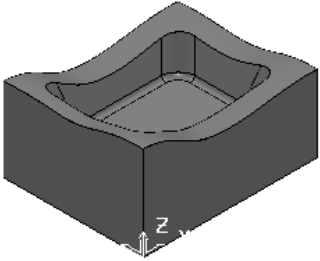

图 3-2 导入模型文件
- 2) 选择下拉菜单中的“文件”→“输入模型”命令, 弹出“输入模型”对话框, 选择“qiangcao.dgk” (“随书光盘: \第 3 章\3.1\uncompleted\qiangcao.dgk”) 文件, 单击“打开”按钮即可, 如图 3-2 所示。